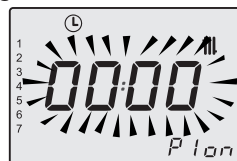

Figura 2.13
zionare il singolo giorno (1)(2)(3)(4)(5)(6)(7) oppure se si vogliono gruppi di giorni con la stessa programmazione di fasce orarie tenere premuto il tasto 12 fino alla visualizzazione dei gruppi (1÷5), (1÷6), (1÷7), (6÷7) (lampeggiano), quindi confermare premendo il tasto 15. I giorni o gruppi di giorni selezionati saranno indicati tramite le relative icone sul lato sinistro dell'LCD Figura 2.13.